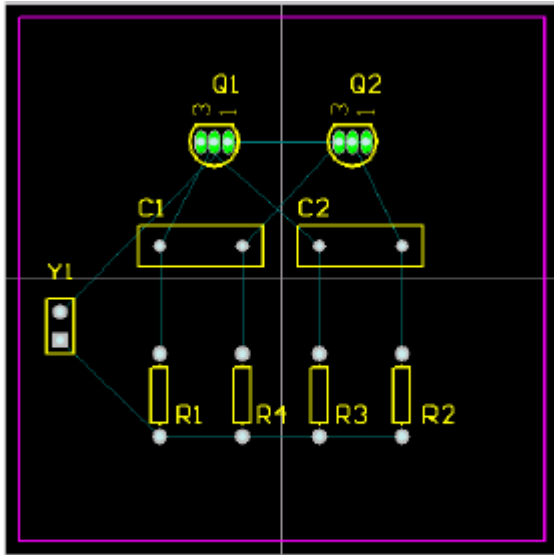

Figure 5. Components placed on the PCB
6、参照Figure 5所示放置其余的元件。当你拖动元件时，如有必要，使用**SPACEBAR**键来放置元件，这样飞线就如Figure 5所示。